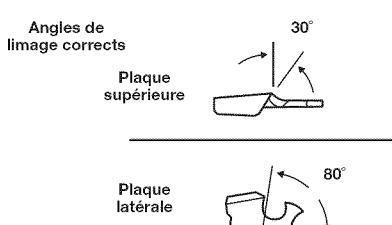

Fig. 44
- CORRECT (30°) – Les porte-limes sont munis de repères pour aligner correctement la lime et produire l'angle parfait pour la plaque supérieure (Fig. 44).
- CORRECT (80°) – Cela se produit automatiquement lorsque le diamètre correct de lime est utilisé dans le porte-lime (Fig. 44).